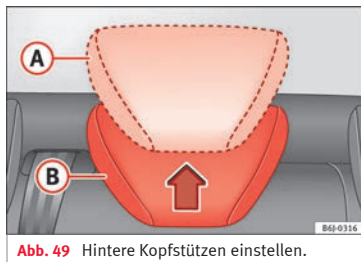

Abb. 49 Hintere Kopfstützen einstellen.
- Erhöhte Position oder Gebrauchsstellung (A) » Abb. 49. In dieser Position gleicht die Kopfstütze einer konventionellen Kopfstütze und schützt den Insassen auf dem Rücksitz in Verbindung mit dem Sicherheitsgurt.
- Außergebrauchsstellung (B) » Abb. 49. In der Außergebrauchsstellung wird die Sicht des Fahrers verbessert.